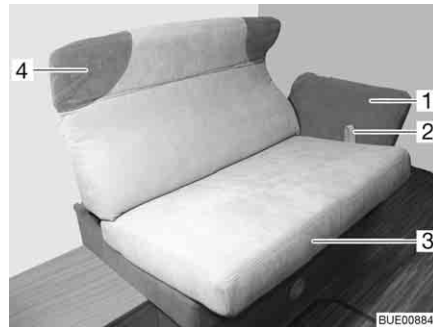

Bild 93 Verstellung der Längssitzbank
- Die Schlaufe (Bild 93,2) nach oben ziehen und die Sitzfläche (Bild 93,3) auf den Schienen bis zum Anschlag vorsichtig zur Mitte ziehen.
- Das Nackenpolster (Bild 93,4) mit beiden Händen fassen und vorsichtig bis zur gewünschten Position nach oben oder unten schwenken.
- Die Armlehne (Bild 93,1) mit beiden Händen fassen und vorsichtig bis zur gewünschten Position nach unten oder oben schwenken.